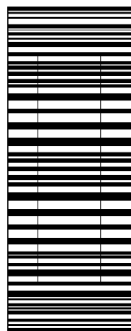

图 13-33 移动肋板
2) 单击【视图】选项板|【俯视】视图, 单击【修改】选项板|【移动】按钮, 选中绘制的肋板, 向右移动 4, 如图 13-33 所示。